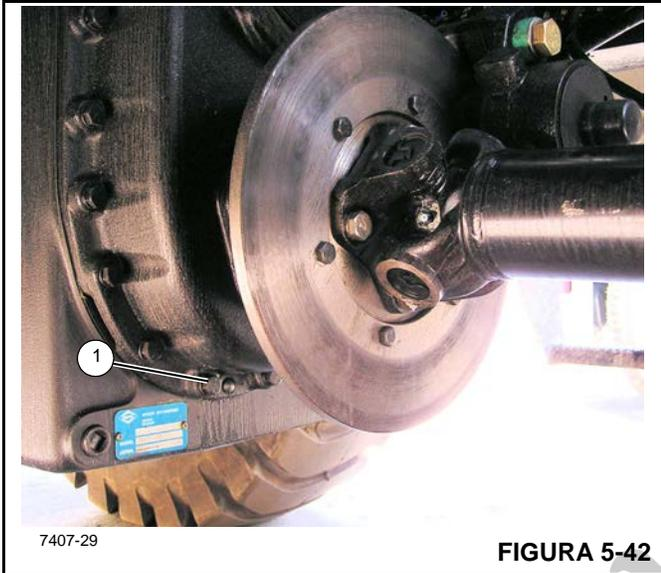

FIGURA 5-42
3. Coloque um recipiente adequado sob o bujão do dreno da transmissão (1, Figura 5-42).
4. Remova o bujão (1, Figura 5-42). Drene a transmissão no recipiente. Reinstale o bujão do dreno.